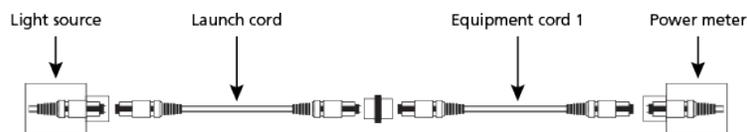

Abbildung 13. Referenztest
1. Setzen Sie zwischen der Lichtquelle und dem Leistungsmessgerät mithilfe des Vorlaufkabels und des Gerätekabels eine Referenz ein (s. Abbildung 13).